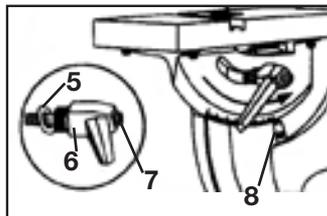

FIG 3
2. Coloque la mesa sobre la sierra. Pase la sierra por la ranura de la mesa (2). Verifique que la nervadura de montaje (3) del lado del alojamiento esté insertada en la nervadura de la ménsula giratoria (4).
3. Introduzca la arandela plana en el lado roscado de la perilla de traba de la mesa. Introduzca la perilla a través de la ranura de la ménsula y en el orificio del alojamiento. Ajústela a mano en sentido horario. Coloque la manija de fijación de la mesa (6) sobre la perilla y coloque el perno Allen con el resorte en la manija. Fijar la palanca a la perilla ajustando el perno Allen (7) en sentido horario con la llave suministrada. (FIG. 3)